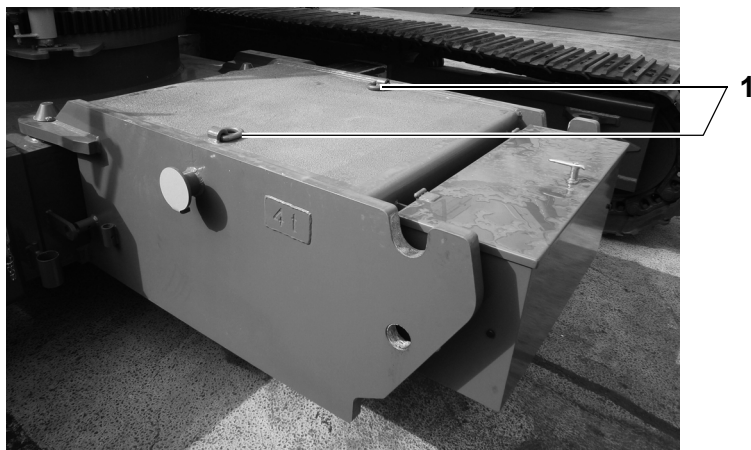

Fig. 121 Pontos de elevação no lastro da estrutura inferior
| 3 | Prenda o equipamento de suspensão fornecido no gancho de carga e o lastro da estrutura inferior nos pontos de elevação (1) na Fig. 121 e elimine a folga. |